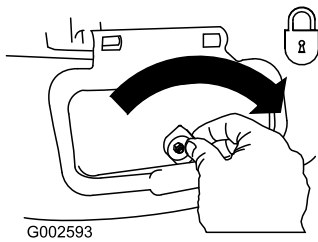

Figura 30
**Importante:** Dopo aver chiuso lo sportello di scarico laterale, bloccatelo (Figura 30).